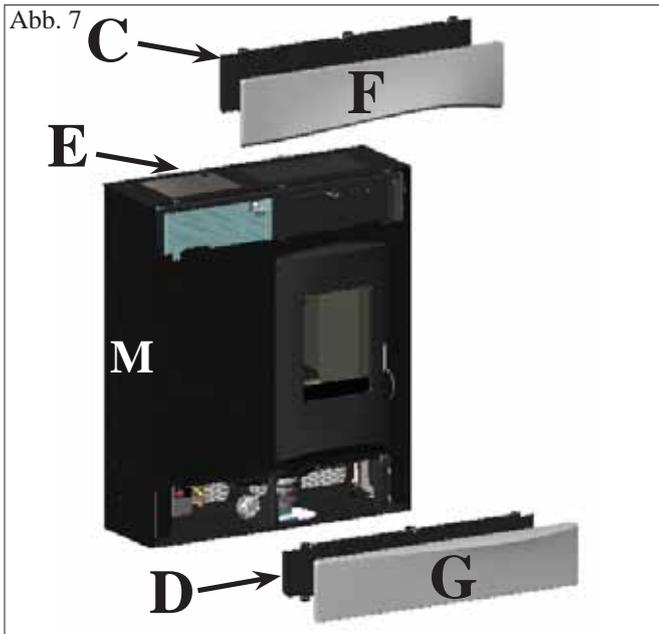

Abb. 7
- 1 unteres horizontales Element aus Keramik (G - Abb. 7)